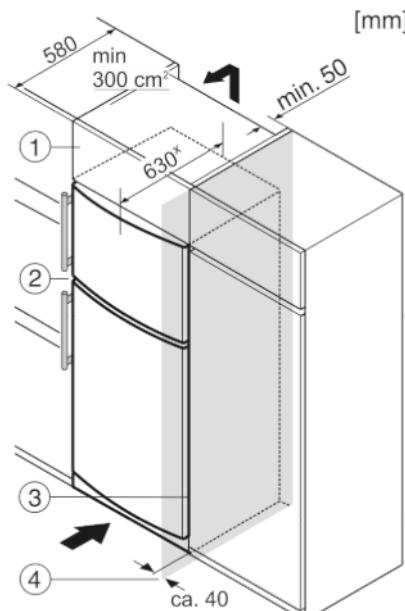

Fig. 9
(1) Дополнительный шкафчик
(2) Устройство
(3) Кухонный шкаф
(4) Стенка
Устройство может быть окружено кухонными шкафами. Чтобы уравнять устройство Fig. 9 (2) по высоте с кухонной стенкой, можно установить над устройством дополнительный шкафчик Fig. 9 (1).
При комбинировании с кухонными шкафами (глубина макс. 580 мм) устройство можно установить непосредственно рядом с кухонным шкафом Fig. 9 (3). Устройство выступает сбоку на 34 мм^x и по центру на 50 мм^x относительно передней стенки кухонного шкафа.
Если устройство установлено на шарнирах у стены Fig. 9 (4), то расстояние между устройством и стеной должно быть не менее 40 мм. Настолько выступает ручка при открытой дверце.